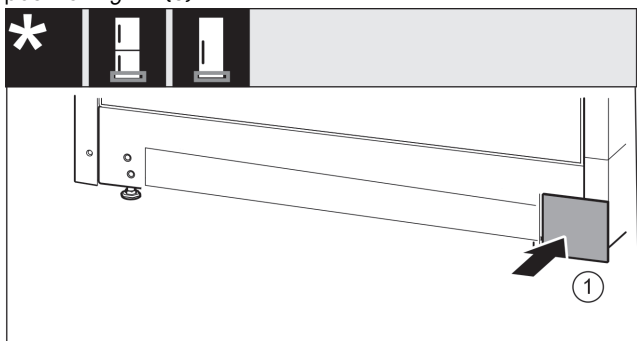

Fig. 15
- Vendosni sërish në vend kapakun mbulues në anën tjetër. Fig. 15 (1)